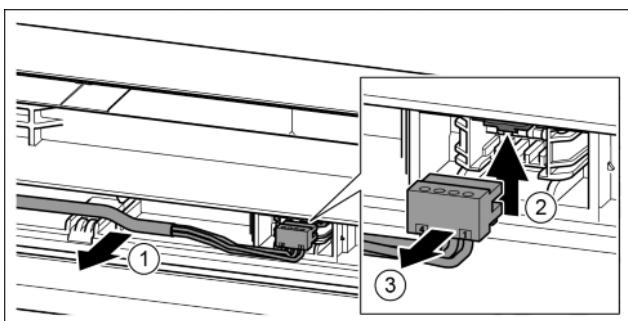

Fig. 23
- Осторожно высвободить серый кабель из направляющей в двери. Fig. 23 (1)
- Отжать соединительную накладку вверх. Fig. 23 (2)
- Осторожно извлечь штекер. Fig. 23 (3)